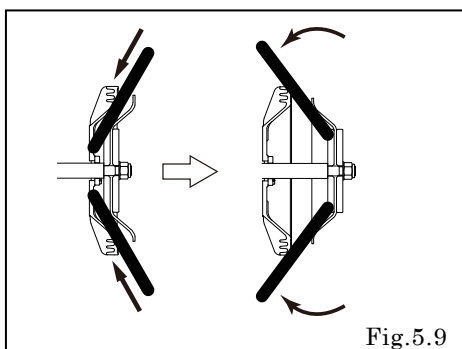

Fig.5.9
- ・ダイアフラムを Fig.5.9の状態にして、アウトチャンバーを取り付ける。